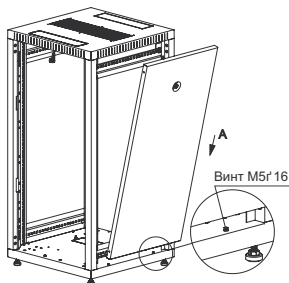

Рисунок 8 – Установка боковых панелей
4.3.6.2 Для установки боковых панелей в шкаф состыкуйте круглые посадочные отверстия панели с винтами М5г 16, установленными на основании (действие А), затем переведите язычки замков в положение «закрыто» (рисунок 8).